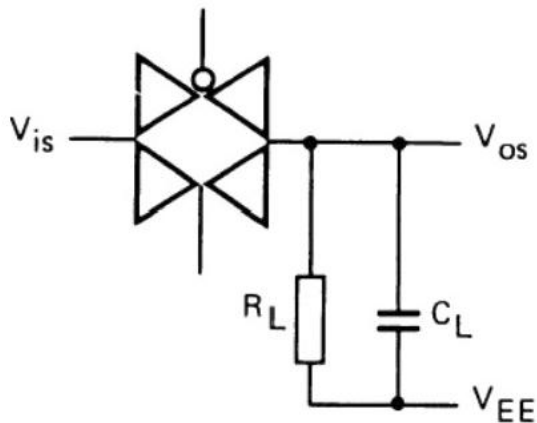

图 4
- 4.RL=10KQ;C1=15Pf; 通道开; Vis=Voo(PP)/2(正弦波, 在 Voo/2 处对称), fis=1KHz; 如图4 所示
- 7.R=1KQ;CL=5pF; 通道关; Vs=Voo(P-P)/2(正弦波, 在 Voo/2 处对称);20lg(Vos/Vis)=-50dB; 如图4 所示
8.  $R_T=1K\Omega$ ;  $C_L=5pF$ ; 通道开;  $V_g=V_{oD}(PP)/2$  (正弦波, 在  $V_{oo}/2$  处对称);  $20lg(V_{os}/V_{is})=-3dB$ ; 如图4 所示